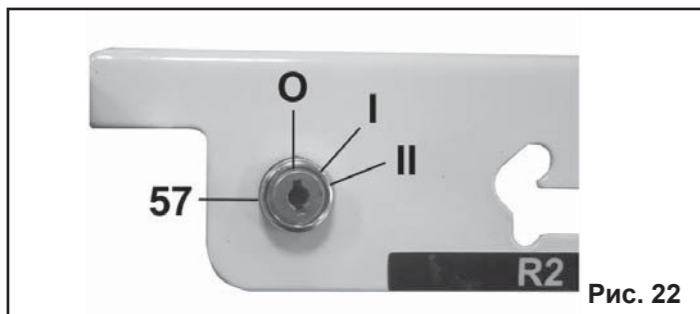

Рис. 22
8.2. Пуск двигателя электрическим стартером (Рис.22). Для модели МС 65-1 ЭЛ.